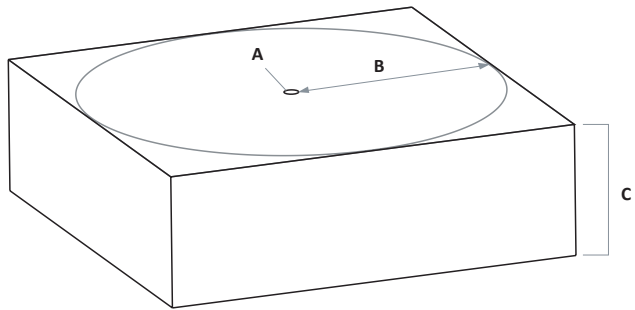

Figura 3 - Distancia mínima al borde
- 1. Con el taladro percutor adecuado y una broca de 1", taladre un orificio de 1" de diámetro de al menos 4,5" de profundidad en el concreto y considerando la distancia mínima del borde para las dimensiones de concreto entregadas que se describen en la Figura 3. El orificio debe ser recto y perpendicular a la superficie del concreto.